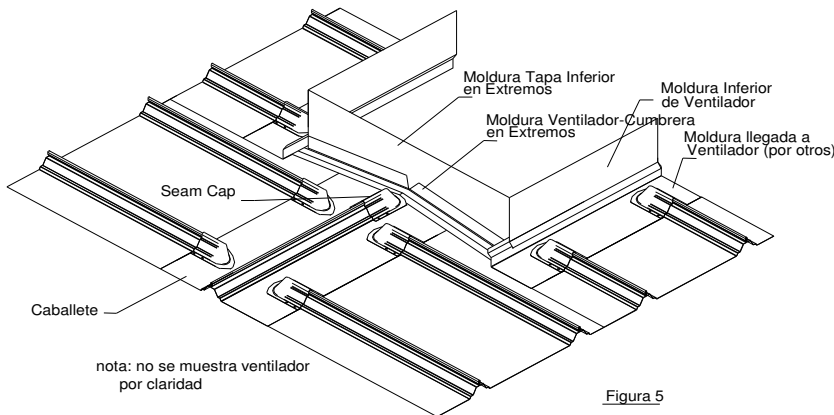

Figura 5
- 3.- Una vez insertada y sellada la moldura Ventilador-Cumbrera, se deberá instalar el Seam Cap como se muestra en la figura 5, se deberá colocar sellador de caucho butílico para su instalación y se fijará mediante pijas tipo lap.